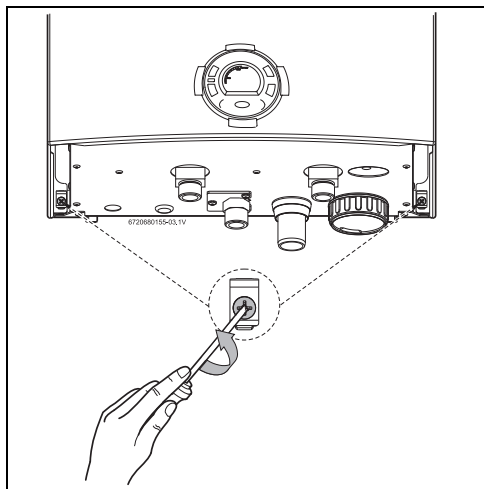

Fig. 19 Retirar los dos tornillos
- ▶ Aflojar los dos tornillos ubicados en la parte posterior del aparato (Fig. 19 ).
- ▶ Retirar la parte delantera del aparato, consultar (Fig. 19 y 20).